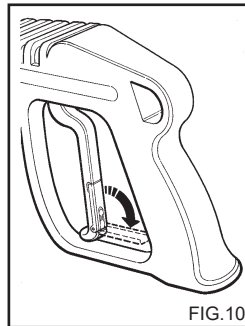

FIG. 10
- Cuando no utilice la hidrolimpiadora, cierre el dispositivo de seguridad de la empuñadura. (fig.10)